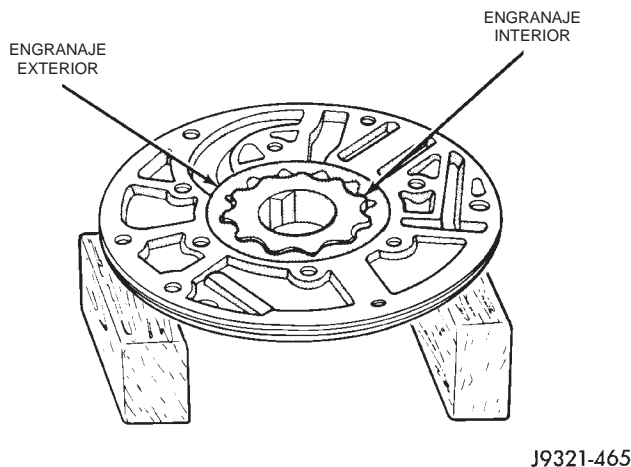

Fig. 130 Instalación del engranaje interior de la bomba
- (5) Instale el engranaje interior de la bomba (Fig. 130).